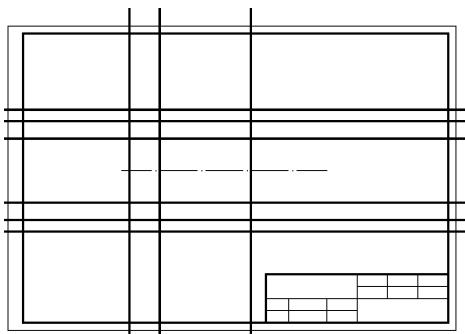

图 11-34 绘制构造线示例
1) 绘制水平和垂直构造线。选择“粗实线”为当前图层，选择“绘图”面板→“构造线”命令，输入 O，指定轴线为水平方向的定位线，同时向上下分别给出偏移距离“21”“32.5”“39”，绘制出水平构造线；绘制或指定竖直线为垂直方向的定位线，分别给出偏移距离“20”“80”，绘制垂直构造线，结果如图 11-34 所示。